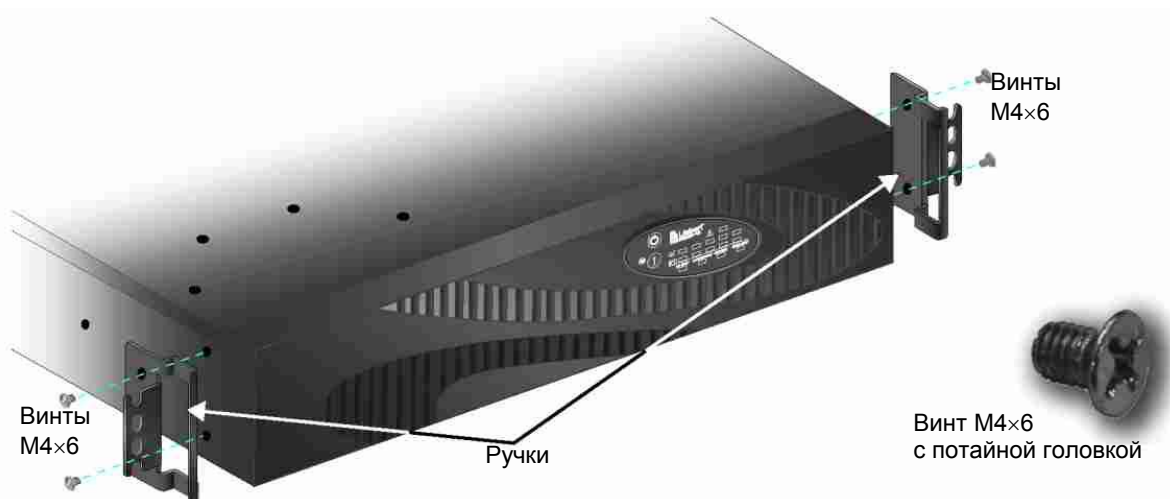

Рис. 7. Установка ручек.
1. При установке ИБП в стойке с помощью 4 (четырёх) винтов M4×6 смонтируйте ручки (рис. 7).